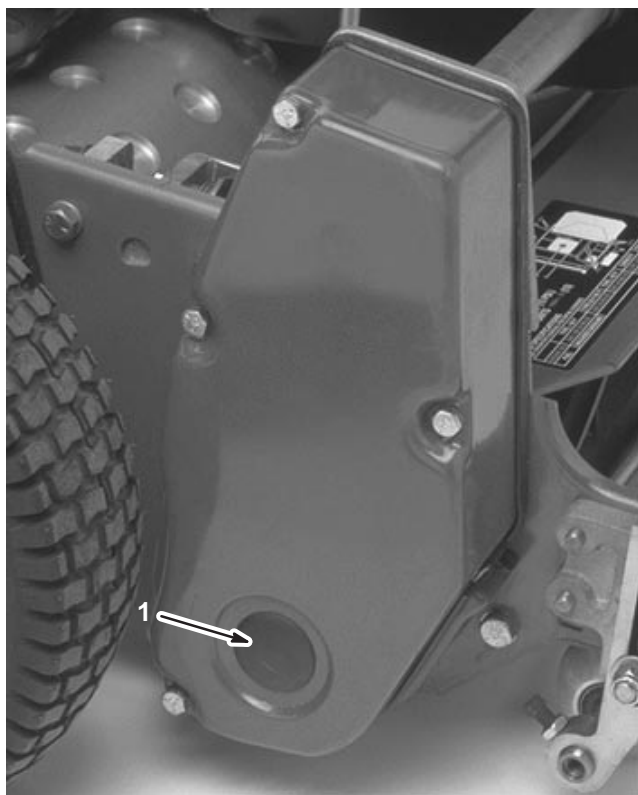

Figure 46
1. Retirez le bouchon du couvercle de l'entraînement droit du cylindre (Fig. 46).